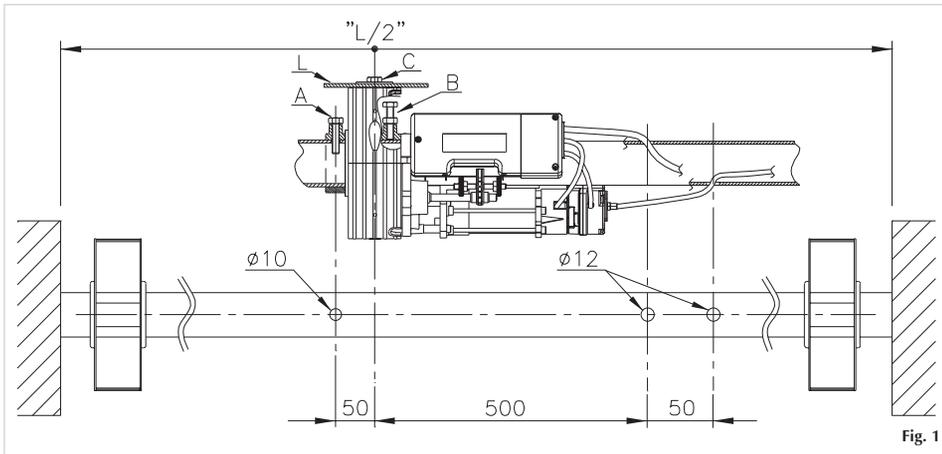
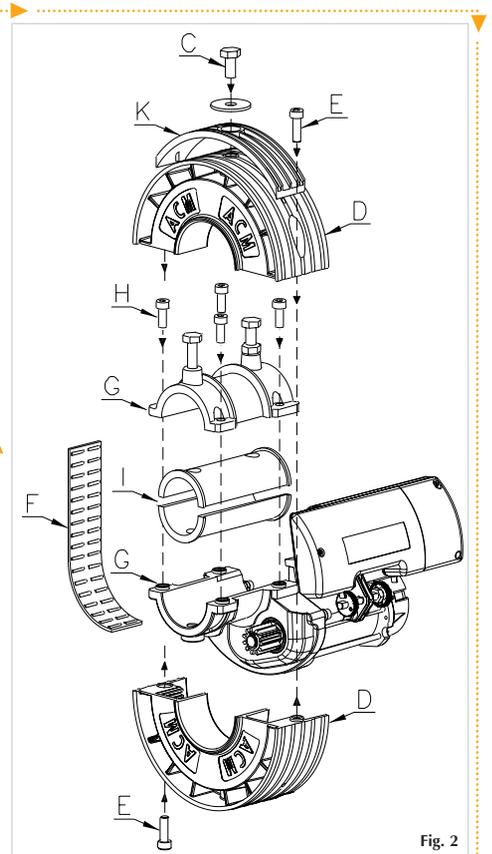

Fig. 1
Fig. 2
- 2) Efectuar sobre el árbol del cierre metálico los tres taladros como mues la fig.1.
- 3) Extraer el tornillo M10 (C) de la corona del motorreductor.
- 4) Desmontar la corona (D) desatornillando los dos tornillos M8 (E) como mues la fig.2.
- 5) Extraer con delicadeza la faja de plástico con rodamiento (F) evitando fuertes pliegues que causen el derrame de los rodimientos (Fig.2).
- 6) Separar los dos elementos (G) del motorreductor destornillando los cuatro tornillos M8 (H).
- 7) En el caso de que la barra del cierre sea inferior a 60mm utilizar los mandos de reducción existentes Ø33 / Ø42 / Ø48 (I) a tal efecto, posicionandolos con referencia al agujero de diametro 10mm efectuado precedentemente (Fig.1).
- 8) Ensamblar sobre el árbol del cierre metálico el cuerpo inferior con el superior a traves de los cuatro tornillos M8 (H) que se quitaron precedentemente.
- 9) Atornillar el tornillo M10 (A) sin la tuerca
- 10) Atornillar el tornillo M10 con tuerca (B), de tal modo que se bloquee el motorreductor en la barra y apretar la mencionada tuerca.
- 11) Colocar en el lugar correspondiente la faja de plástico con rodamiento (F)
- 12) Colocar las semicoronas (D) apretandolas con los dos tornillo M8. En el caso de tambor puertamolle diametro 220 mm es necesario montar el espesor de plastico (K) sobre la corona del motor.
- 13) Efectuar un taladro de 12mm en el ultimoelemento del cierre metálico (L) en correspondencia del taladro fileteado M10 ya existente sobre la corona del motor.
- 14) Llevar el ultimo elemento del cierre metálico sobre el motor y fijarse en él a través del tornillo M10 (C) con randella (Fig. 1).
- 21) En el caso de una instalación contraria respecto a la fig.1, actuar en modo contrario a todo lo aqui descrito ya que el microinterruptor 2 parara la bajada mientras el microinterruptor 1 parara la subida.